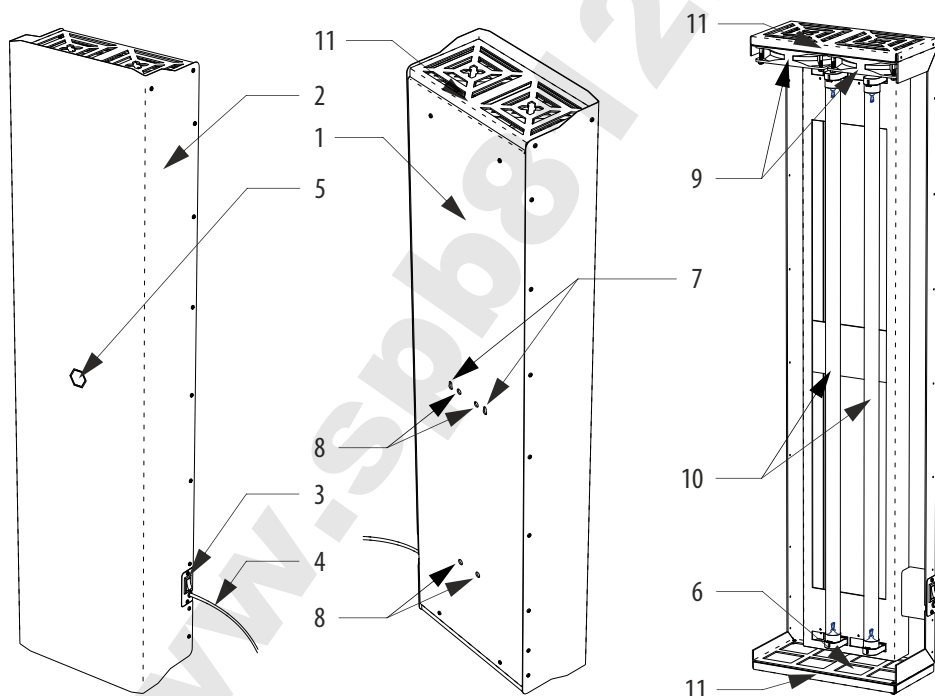

Рисунок 1. Общая конструкция очистителя воздуха ОВУ-04.
- 6.3. Измерьте межцентровое расстояние между проушинами 7 (см. рис.1). С помощью уровня и линейки (рулетки) разметьте на стене отверстия для монтажа. Выбирайте крепёж в соответствии с материалом стен: шурупы для деревянных стен или стен из древесных материалов; дюбеля с шурупами для бетонных, кирпичных или газосиликатных стен; специальный крепёж для стен из ГКЛ.